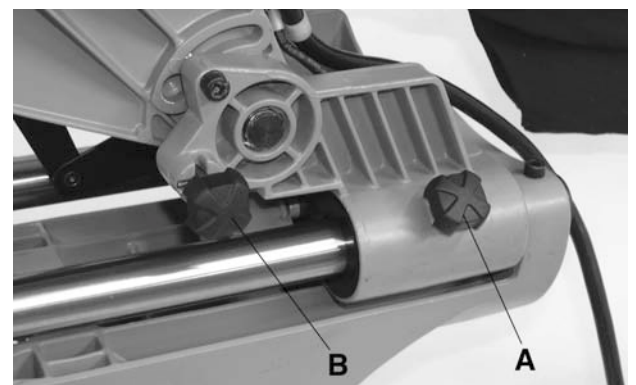

Figure 18
Il n'est pas toujours nécessaire d'utiliser le mécanisme radiale de la scie. Lorsque le mécanisme radiale n'est pas utilisé, assurez-vous que le bouton de verrouillage (A) Fig.18 du mécanisme radiale est bien serré. Une coupe de travers (droite) consiste d'une coupe à travers du grain de la pièce. Une coupe droite à 90° est effectuée avec l'angle de l'onglet et du biseau à 0°.
1. Tirez et tournez le bouton de relâche (B) Fig.18 et soulevez la tête.
### Lors de la coupe de pièces de travail larges, vous devriez utiliser le mécanisme radiale, deserre le bouton de verrouillage (A) Fig.18 du mécanisme radiale.
Une coupe en angles composés consiste d'une coupe en onglet et biseau en même temps. Lors de la coupe de pièce de travail larges, vous devriez utiliser le mécanisme radiale, deserre le bouton de verrouillage du mécanisme radiale (A) Fig.18.